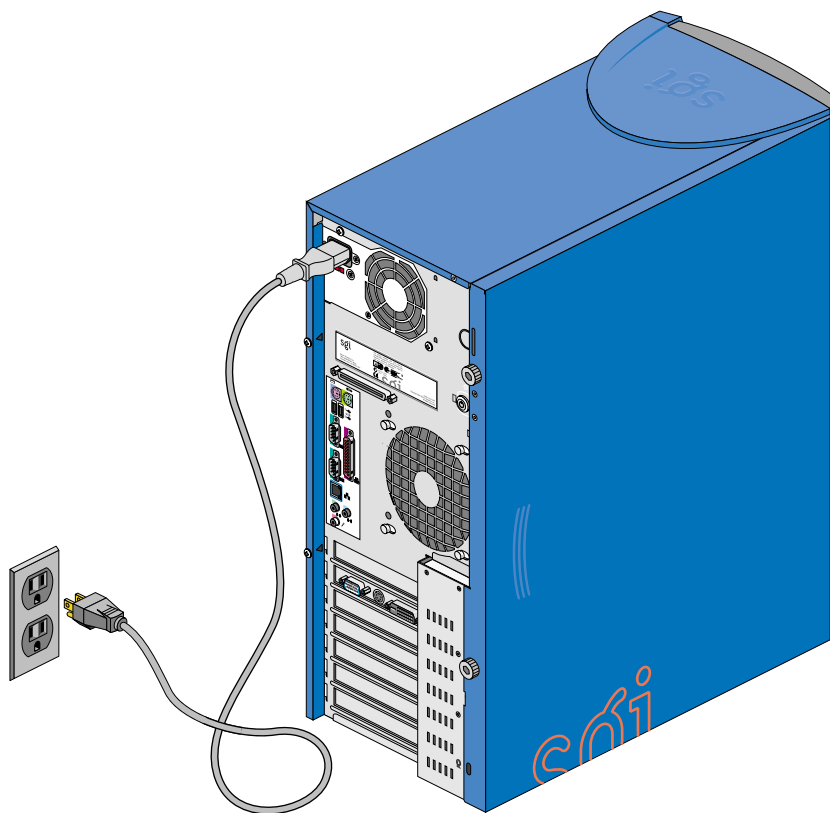

図 1-6 AC 電源ケーブルの接続
1. 図1-6に示すように、AC 電源ケーブルをシステムに接続します。